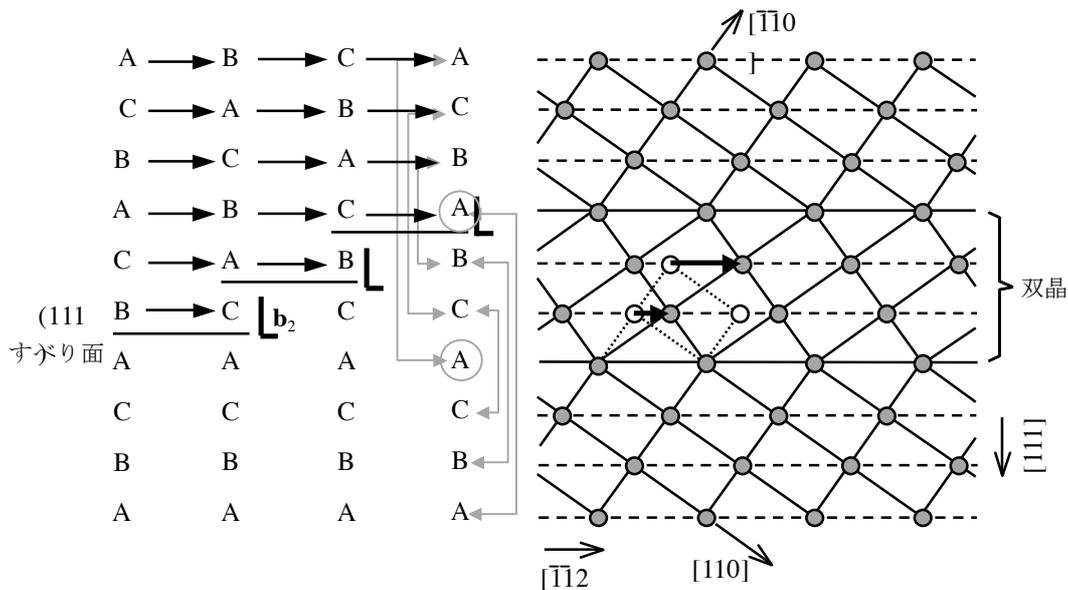

図8.6 3本のショックレー部分転位が (111) 面上を1本ずつ走ることによって生じる3層のfcc (111) 双晶。 (111) 積層が丸印のA原子を挟んで鏡面对称になっていることに注目。
図8.6はfccの $\{111\}$ 変形双晶 (deformation twin) が形成される模式図である。各 (111) 面に1本ずつ、合計3本のショックレー部分転位 \mathbf{b}_2 が動くときの積層変化を順に示してある。3本目が通過した後の積層を見ると、丸で囲んだA層の上下の積層は鏡面对称になっている。このA層の面を双晶境界 (twin boundary) という。すなわち、3本のショックレー部分転位の通過によって、3層の双晶領域が形成されたことになり、右側の原子配列を見ると、双晶の領域は元の結晶と鏡面对称のfcc結晶
問題 4.2 8.3 節で, fcc の各 (111) 面にショックレー部分転位が 1 本ずつ走れば双晶が形成されることを学んだ. 同様に 1 原子面おきに 1 本ずつショックレー部分転位が走れば, fcc 結晶が hcp 結晶に変わることを, 図 8.6 の左側のような積層の変化を描くことによって理解せよ. ただし, hcp 結晶の (0001) 底面は fcc の (111) 面と同様な最密面で, その積層は...ABABAB... (...ACACAC...でも構わない) という 2 層周期である.